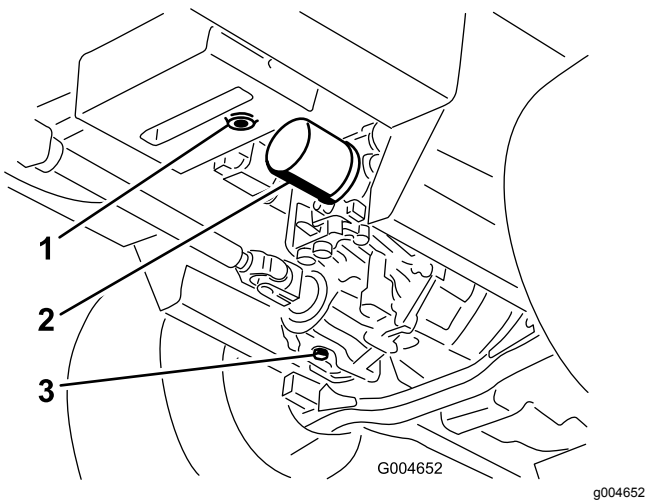

图58
3. 在液压油箱和变速箱下放一个大放油盘拔出排油塞排出所有液压油 图58。
4. 清洁液压油过滤器周围的区域然后取下过滤器 图58。